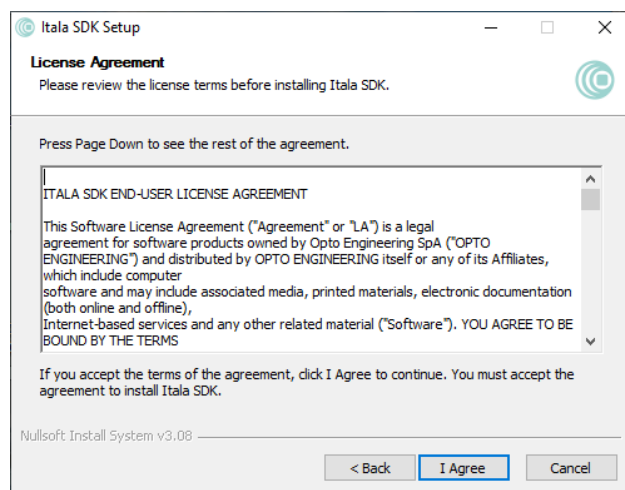

Figure 10: Itala SDK finestra del contratto di licenza.
3. Controllare le condizioni di licenza prima di installare Itala SDK (Fig.10).